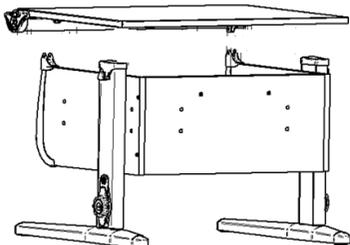

Рис. 20
5.6.1 На основание стола (сборка по п.5.4.2) положить сверху столешницу (сборка по п.5.5.7), так что бы выступы верхних частей шарниров входили в пазы нижних частей шарниров, а оси отверстий совпадали, см. рис.20. В отверстия шарниров вставить винты М6х30 (поз. 8, пакет №75) и навернуть гайки самоконтрящиеся (поз. 4, пакет №75) согласно рис. 20а.
Рис. 20а